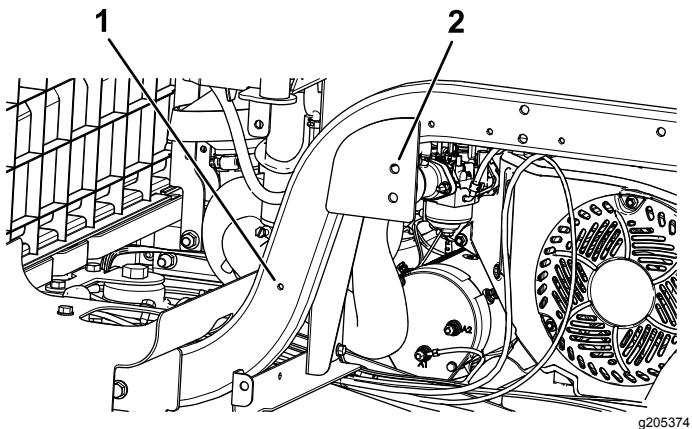

Bild 13
- Flüchten Sie eine Überrollsenschutzhalterung mit den zwei Löchern hinter dem Sitzunterteil und dem Loch vorne an der Rahmenschiene aus, wie in Bild 13 abgebildet.
- Markieren Sie die Lochpositionen an der Überrollsenschutzhalterung (Bild 13).